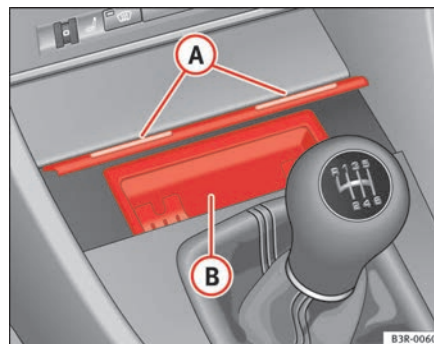

Fig. 125 Consola central:
- Presione brevemente sobre la moldura frontal del cenicero **(A)** ⇒ fig. 125.
- Agarre la carcasa del cenicero **(B)** ⇒ fig. 125 por sus concavidades laterales y extráigala hacia arriba.